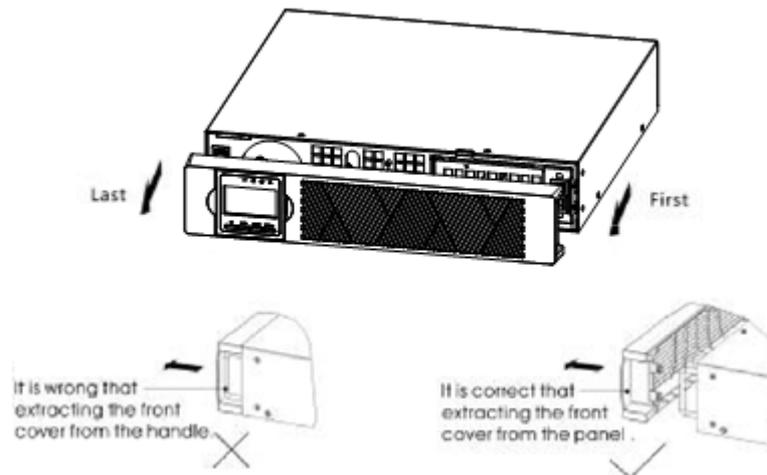

Abbildung 8: Entfernen der Frontblende des EBP
**(1) Gehen Sie wie folgt vor, um einen optionalen EBP an die USV anzuschließen:**
- a) Entfernen Sie die Frontblende aller EBPs und USVs (siehe Abbildung 8).